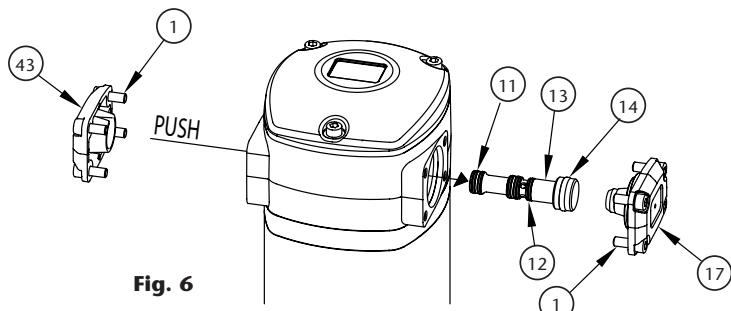

Fig. 6
AIR DISTRIBUTOR (FIG. 6)
1. Unscrew the 4 bolts (1) from the cover (17) and remove it.
2. Unscrew the 4 bolts (1) from the cover (43) and remove it.
3. Gently strike the spool (13) with a plastic tool by its minor diameter side (see fig. 6), through the motor, and remove the spool (13).
4. Replace the seals (4x11), (12) and (14) with new ones or replace the whole spool (13) with its seals factory installed (kit 539505). This is strongly recommended in order to ensure the correct assembly of the seals.
DISTRIBUIDOR DE AIRE (FIG. 6)
1. Desenrosque los 4 tornillos (1) de la tapa (17) y retírela.
2. Desenrosque los 4 tornillos (1) de la tapa (43) y retírela.
3. Con ayuda de un útil de plástico, golpeando suavemente la corredera (13) por el lado de su menor diámetro a través del motor (fig. 6), extraer la corredera (13).
4. Sustituya las juntas de corredera (4x11), (12) y (14), o bien sustituya la corredera (13) completa con sus juntas ya instaladas de fábrica (kit 539505). Ésta es la opción recomendada para asegurar que las juntas están correctamente instaladas.